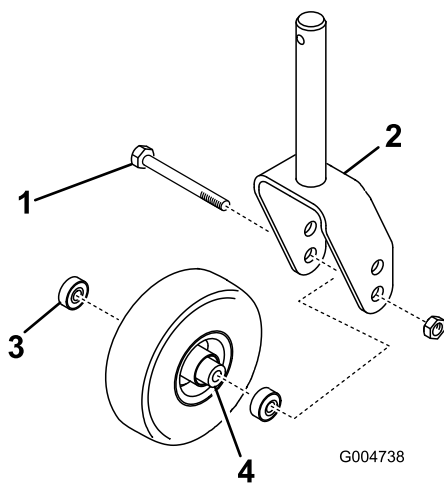
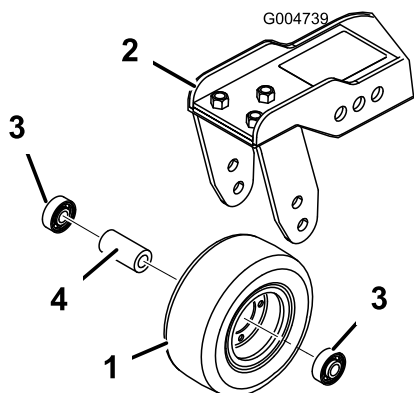

図 126
図 127
1. キャスタホイールアセンブリをキャストフォークまたはキャストピボットアーム 図 126 に保持しているボルトからロックナットを外す 図 127。
- ホイールのハブからベアリングを外す。ベアリングスペーサが落ちてくる図 126 と 図 127。